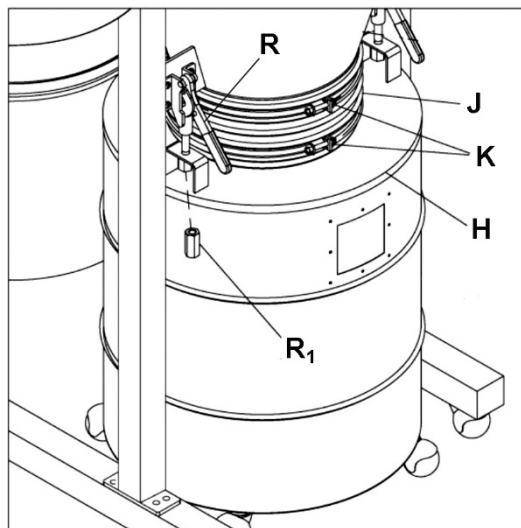

Figure 12
17. Installez le flexible (J) sur le cône et la lèvre du cylindre, puis sécurisez avec deux serrages du flexible (K), en haut et en bas. Voir la Figure 12.
20. Tirez vers le bas les leviers rapides (R, Figure 12), puis montez la lèvre du cylindre (H, Figure 12) sur les leviers rapides. Serrez l'écrou long (R₁, Figure 12) sur chaque levier rapide.